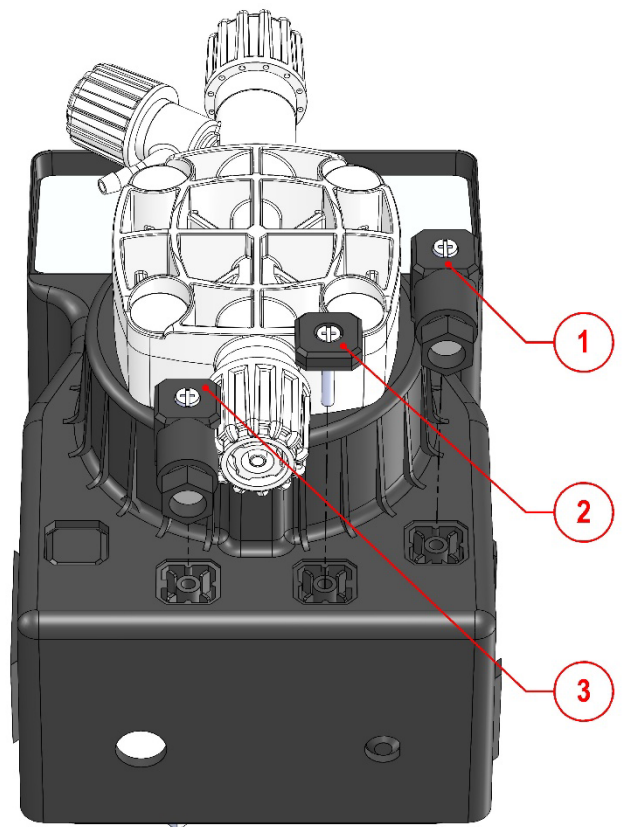

Fig. 9 - Connecteurs en sortie
En référence à la Figure 9, sur la pompe se trouve à droite le connecteur mâle pour la sortie de service du relais, au centre le connecteur mâle pour la sonde de niveau (sur demande), à gauche le connecteur mâle pour l'entrée du compteur d'impulsions - entrée mA. Pour raccorder le connecteur femelle (1), utiliser un tournevis à pointe plate ou cruciforme de type Phillips, puis le tirer dans le sens indiqué sur la figure et le désolidariser du connecteur mâle de la pompe doseuse. Se référer au Tableau 1 ci-dessous pour les raccordements électriques, puis procéder en sens inverse pour fixer le connecteur à la pompe. Procéder de la même manière pour le connecteur (3). Le bouchon (2) peut, sur demande, être remplacé par un connecteur femelle pour permettre le raccordement en entrée d'un interrupteur de niveau (fourni sur demande).
Connexion à la sortie de service du relais (valable lorsque la pompe est alimentée). Configuration utilisée : PIN 1 = Normalement ouvert PIN 2 = Normalement fermé PIN 3 = Commun PIN $\perp$ = Non connecté Position 1 sur la Figure 9.
Raccordement de la sonde de niveau (contrôle à distance) Configuration utilisée : PIN 3 = Fil de la sonde de niveau (contrôle à distance) PIN 4 = Fil de la sonde de niveau (contrôle à distance) En option, pour les fournitures standards, il y a le bouchon de position 2 sur la Fig.9.
Connexion pour compteur d'impulsions - entrée mA Configuration utilisée : PIN 1 = Fil (+) signal en mA PIN 2 = Fil (-) signal en mA PIN 3 = Fil de commande d'activation compteur PIN 4 = Fil de commande d'activation compteur Position 3 sur la Figure 9.